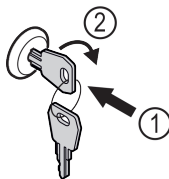

Fig. 207
- Sæt nøglen i. Fig. 207 (1)
- Drej nøglen 90° med uret. Fig. 207 (2)